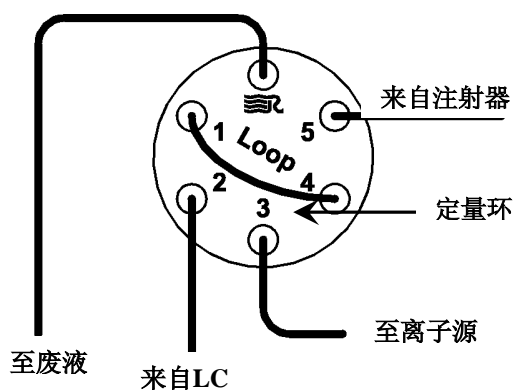

Figure 7-3. 转向/进样阀，图中显示的是定量环进样管线
- b. 将装有螺母和压盖箍的管线的一端连接到转向/进样阀的5号端口。见图7-3。
- b. 将一段合适长度的、末端装有螺母和压盖箍的管线连接到转向/进样阀的3号端口（图7-3）。